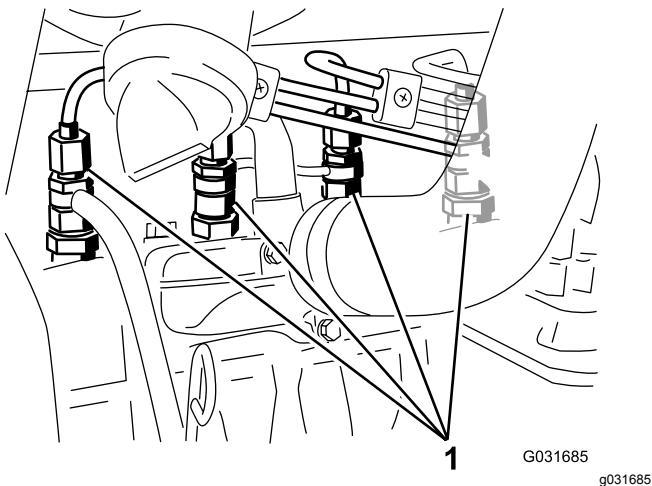

Figura 43
1. Liberte a tubagem que se encontra ligada ao injetor nº 1 e à estrutura de suporte da bomba de injeção (Figura 43).